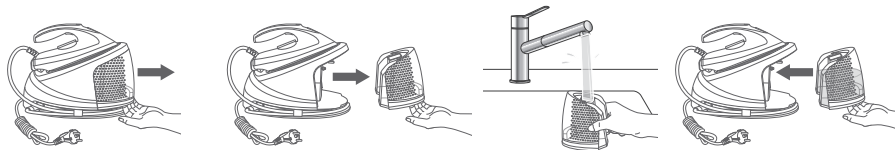

Рис.2
2. Удерживайте рукоятку (7), находящуюся под резервуаром для воды (4), и выдвиньте ее, чтобы снять резервуар для воды с основания паровой станции (5) (Рис. 2).
3. Заполните резервуар водопроводной водой через заливное отверстие (3). Не превышайте уровень отметки «MAX» (1,2 л).